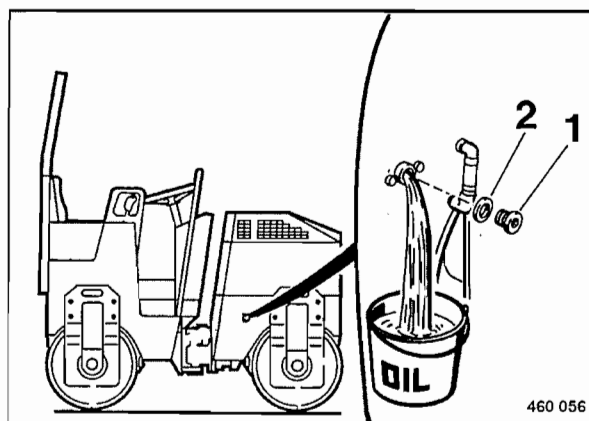

Fig. 91
- Desenroscar el tornillo de descarga 1 (Fig. 91) y recoger el viejo aceite saliendo.
- Volver a enroscar el tornillo de descarga provisto de una nueva junta anular (2).